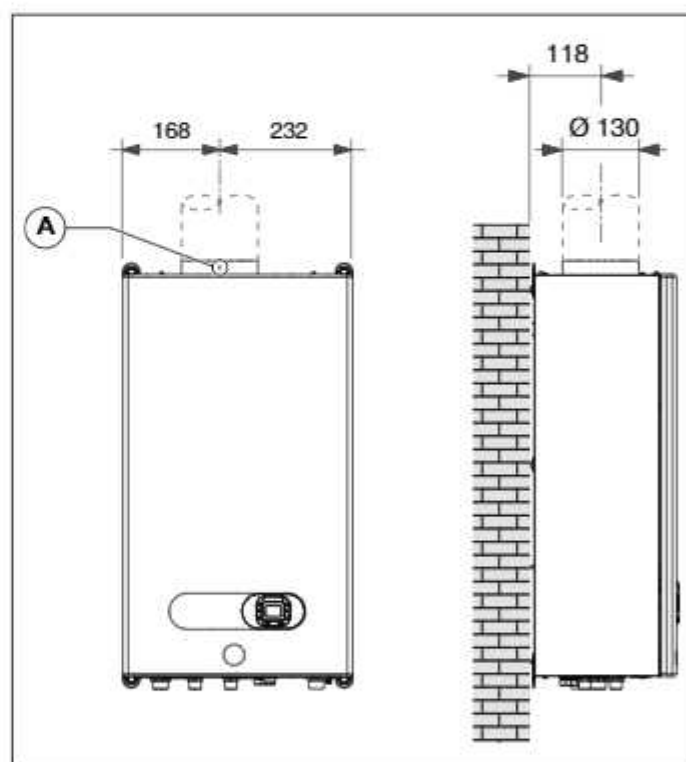

Рис. 9 Габаритные размеры для подключения к дымоходу модели с естественной тягой
- Соединительная труба должна закрепляться к вытяжному колпаку котла винтом, который завертывается в соответствующем отверстии **A** (см. Рис. 9 Габаритные размеры для подключения к дымоходу модели с естественной тягой).
- Соединительная труба должна закрепляться к вытяжному колпаку котла винтом, который заворачивается в соответствующем отверстии **A** (см. Рис. 9 Габаритные размеры для подключения к дымоходу модели с естественной тягой).